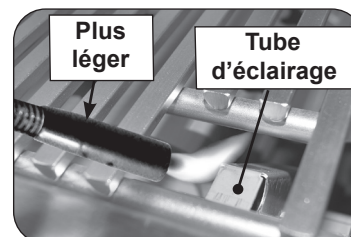

Fig. 36-2 Éclairage manuel via un tube d'éclairage
2. Passez un allumeur brûlant de butane de long-baril ou une allumette brûlante de long-tige dans la grille à cuire s'ouvrant au dessus du tube d'éclairage. (Fig. 36-2). Pour les brûleurs arrière, les brûleurs à haute puissance ou les brûleurs infrarouges, maintenez la flamme contre la surface du brûleur arrière/du brûleur à haute puissance/du brûleur infrarouge.